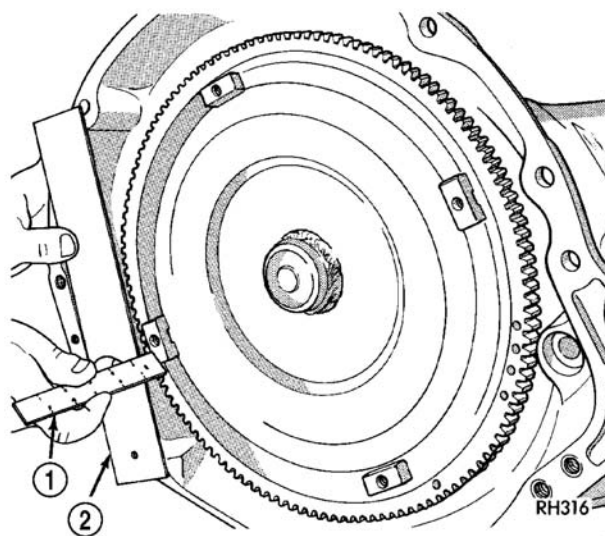

图 335 检查变矩器落座情况
(3) 将变矩器与油泵油封开口对齐。
(4) 将变矩器毂插入油泵。
(5) 在向内推变矩器的同时，旋转变矩器直至变矩器完全落座在油泵齿轮中。
(6) 用一个刻度尺和直尺检查变矩器落座情况（图 335）。当变矩器完全落座时，变矩器凸耳的表面至直尺的后边应为 1/2in。
(7) 如需要，用安装在变矩器外壳的 C 形夹临时固定变矩器。
(8) 将变速器安装在车辆上（参见 21-变速器/变速驱动桥/自动-41TE-安装）。
(9) 用所推荐的油液加注变速器（参见 21-变速器/变速驱动桥/自动-41TE/油液-标准程序）。